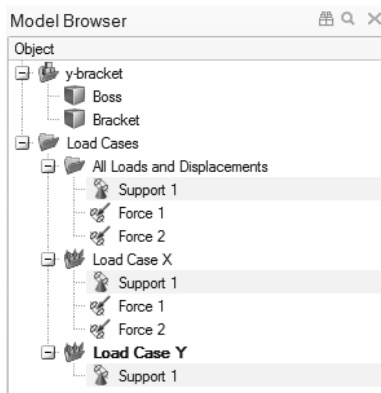

图 5-17
4) Support 1 即被添加到模型浏览器中的 Load Case Y 中, 如图 5-17 所示。